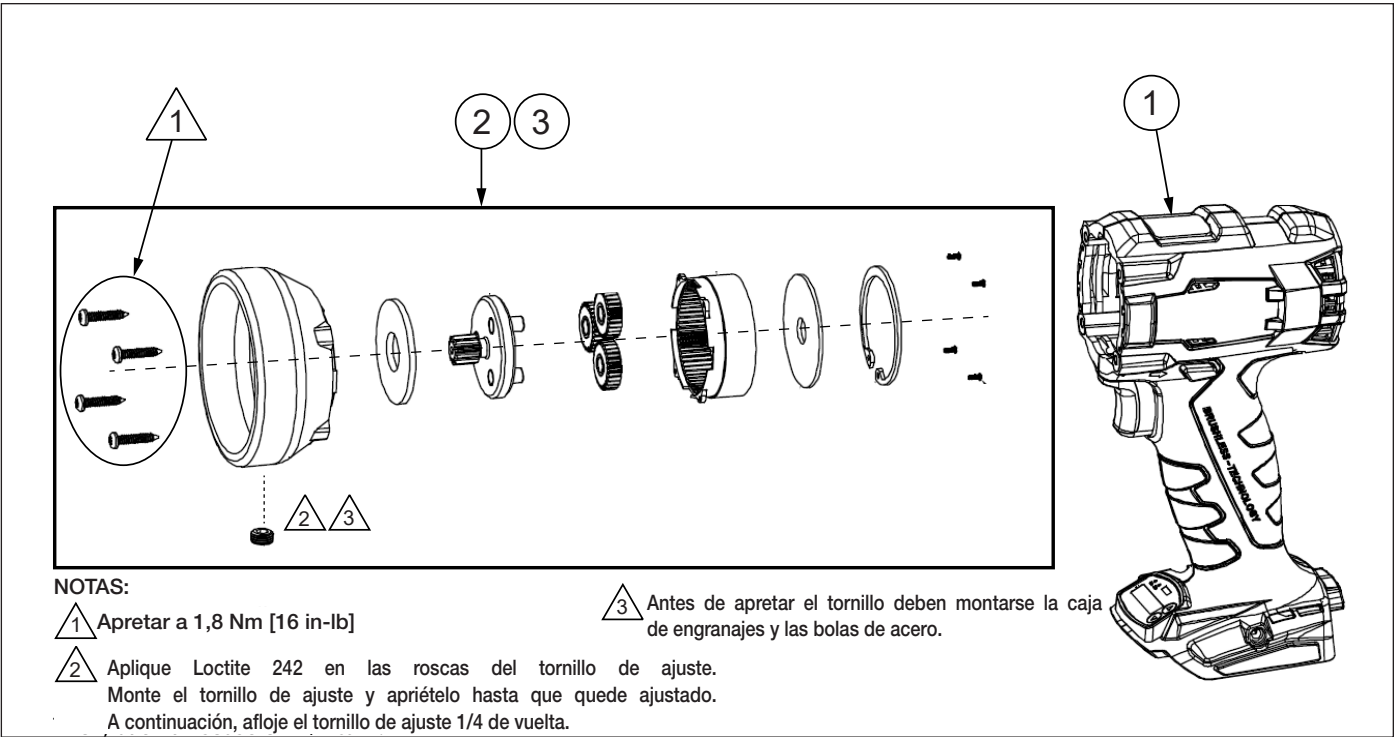

Figura 6: Kit adaptador de empuñadura
9.1.1 Tabla de piezas (Figura 6)